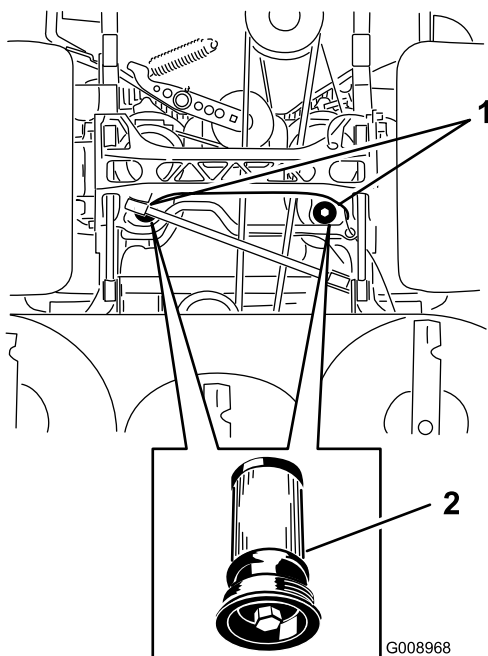

Figura 86
5. Coloque un recipiente debajo del filtro, retire el filtro usado y limpie la superficie (Figura 86).
6. Aplique una capa fina de aceite hidráulico a la junta de goma del filtro nuevo (Figura 86).